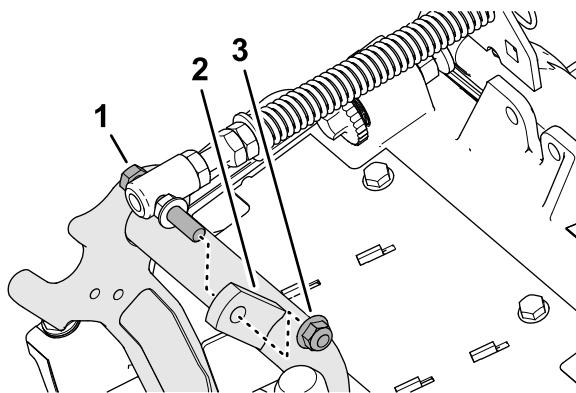

Figura 18
3. Retire la contratuerca con arandela prensada ( $\frac{3}{8}$ ") que fija el tornillo del muelle de compensación del césped a la pestaña derecha del bastidor de tiro, y retire el muelle de compensación de la unidad de corte (Figura 18).